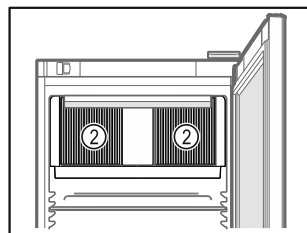

Fig. 61
- ❑ Cirkuliuojančio oro ventiliatoriaus vėsinimo plyšiai Fig. 61 (2) viduje turi būti neuždengti.